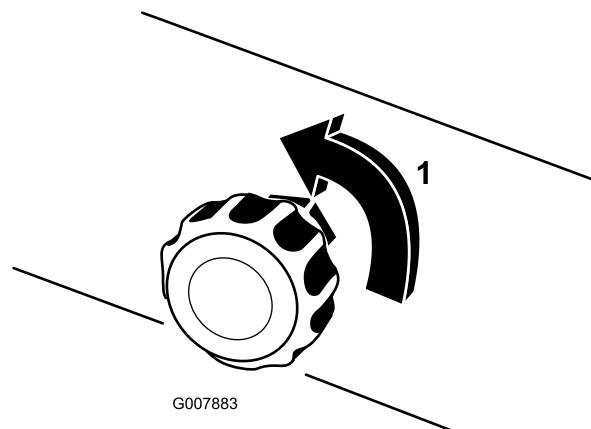

図 30
5. とりあえずの設定として、泡密度調節バルブを1/8～1/4回転、開ける（図 30）。